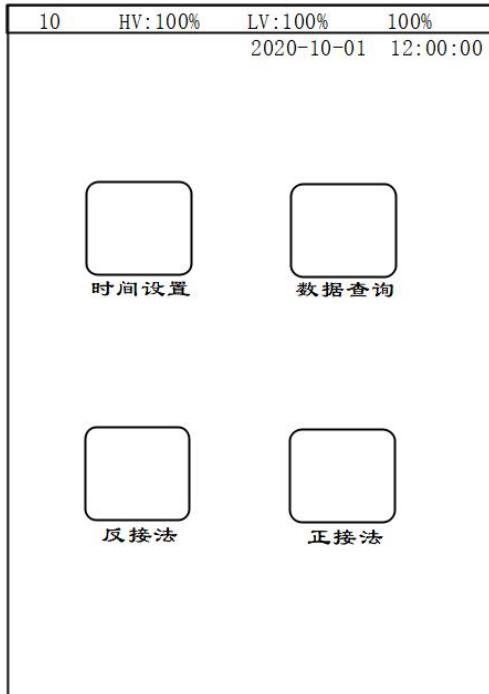

图 5—1
打开电源开关，进入主菜单（如图 5—1）。界面最上方为状态提示栏。从左往右分别为：①测试主机与手持终端之间的 2.4G 无线信号，10 表示信号最强；②测试主机高压单元电池电量；③测试主机低压单元电池电量；④手持终端电池电量。第二栏右侧为日期时间显示。中间区域为功能按键区，可自行选择需要的功能点击进入。